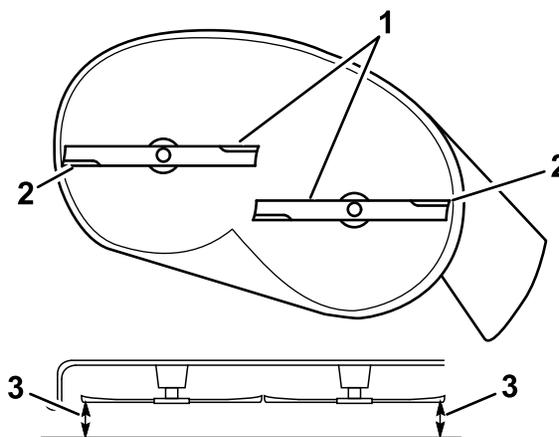
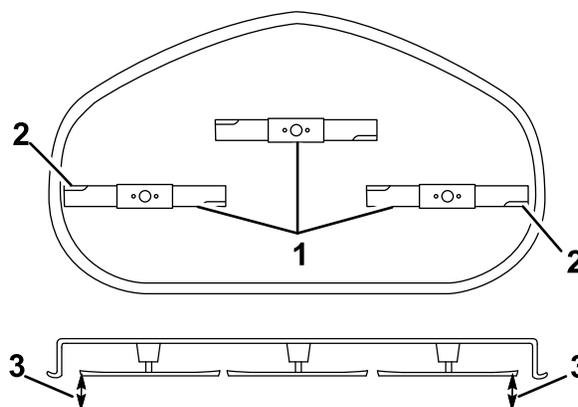

Рисунок 67
Рисунок 68
- Измерьте расстояние от наружных режущих кромок до плоской поверхности (Рисунок 67 и Рисунок 68).